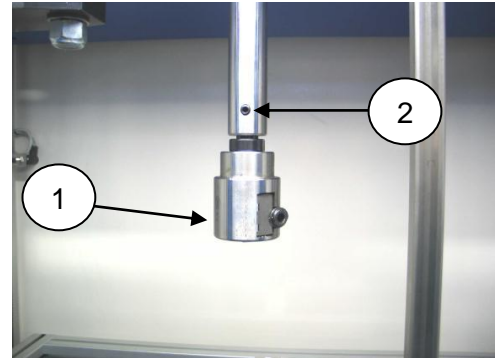

Рисунок 8
3.3. Установите центрующую установку на вал пневматического поршня (1 Рис. 8). Чтобы облегчить задачу, вы можете передвинуть поршень нажатием кнопки UP/DOWN на экране. Раскрутите немного затяжной винт (2 Рис 8) на нижней части вала и установите центрующую установку в трубу. Зафиксируйте её, закрутив назад винт.